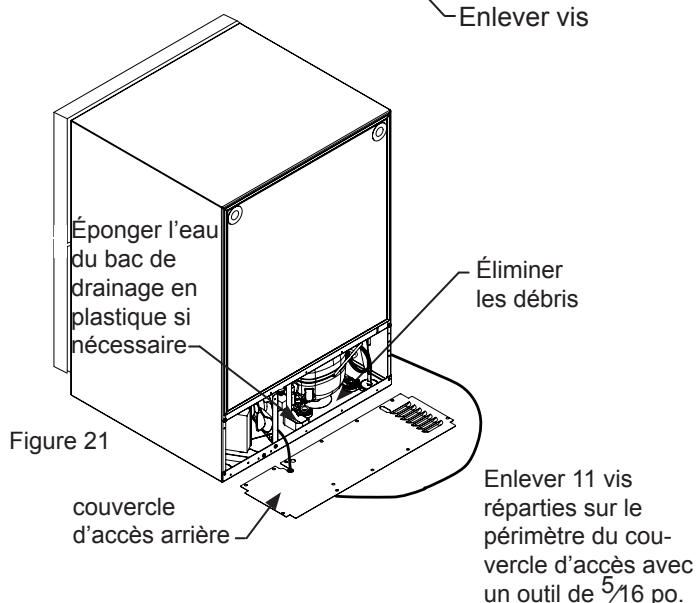

Figure 21
9. Enlevez le couvercle d'accès arrière (voir la Figure 21), et utilisez une brosse et un aspirateur pour éliminer la saleté et les débris du compartiment de la machine.